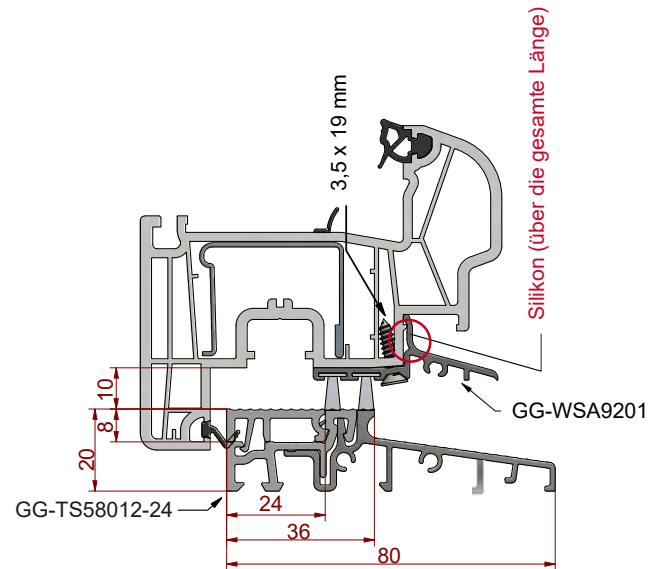

Abb. 12
3. Schrauben Sie das Wetterschenkel von unten mit Edelstahlschrauben 3,5 x 19 mm 50 mm vom Rand des Flügels entfernt und alle 300 mm über die gesamte Länge an den Flügel. (Abb. 12)
5. Schrauben Sie den Wetterschenkel von unten mit Edelstahlschrauben 3,5 x 19 mm an den Flügel, 50 mm von den äußersten Seiten des Flügels entfernt und maximal alle 300 mm über die gesamte Länge. (Abb. 12)